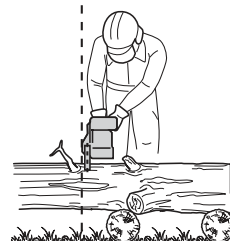

Fig. 19
- > Vous devez impérativement être dans une position sûre lorsque vous utilisez l'appareil. Tenez l'appareil du côté droit du corps (Fig. 19).